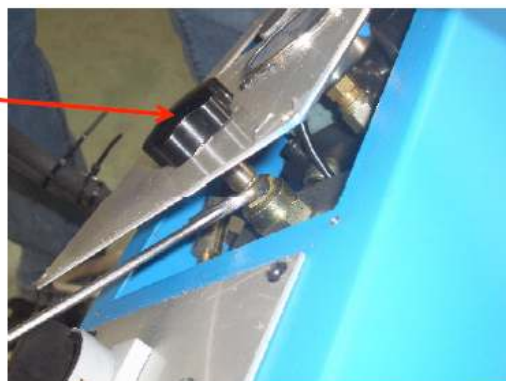

Рисунок 1
1. Откройте панель управления гидравлической системой, ослабьте стопорную гайку в клапане А. См. Рис. 1.